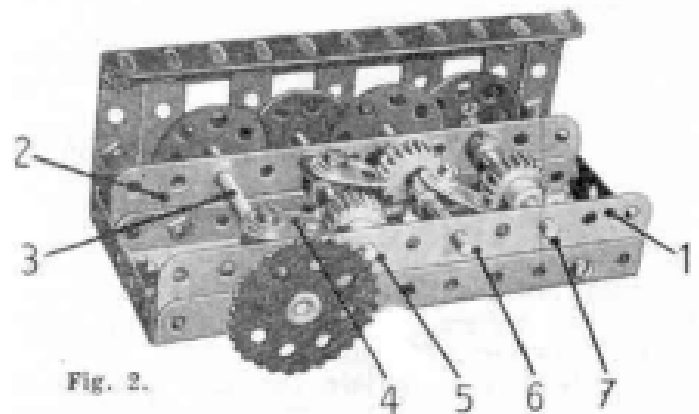

Fig. 2.
Une roue de chaîne bloquée à l'extrémité de la tringle (3) permet l'entraînement du compteur. Un couvercle très simple peut être placé sur le mécanisme. La figure 2 montre sa construction réalisée de façon qu'un seul chiffre apparaisse à la fois au centre de chaque fenêtre.